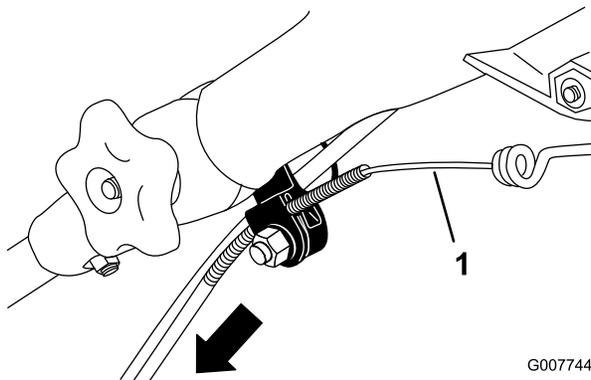

図 45
3. ケーブルを覆っているジャケットを下に引いて、露出しているケーブル部分をピンと張る **図 45**。